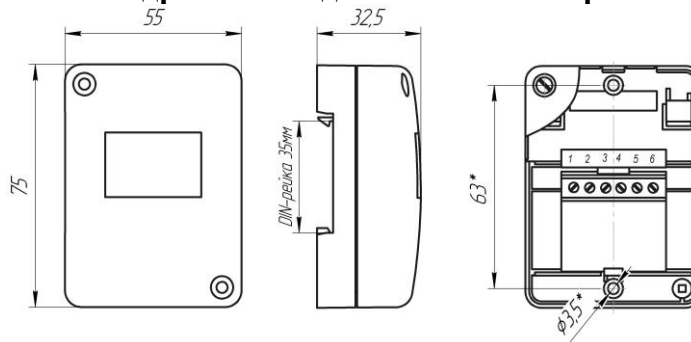
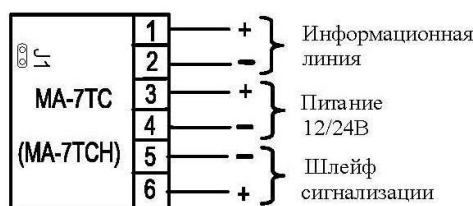

Рис. 1. Габаритные и установочные размеры адресной метки.
Рис. 2. Назначение клемм адресных меток MA-7TC.
4.2. При установке джампера 1 (См. рис. 2) включается алгоритм повышения достоверности обнаружения пожара. При срабатывании пожарного извещателя адресная метка автоматически формирует сигнал сброса тревоги пожарных извещателей. При повторном обнаружении срабатывания пожарного извещателя адресная метка передает на приемно-контрольный прибор сообщение о срабатывании извещателя с указанием своего адресного кода.
6.1.2. Габаритные и установочные размеры адресной метки показаны на рис.1, принципиальные схемы подключения - на рис.2,3.